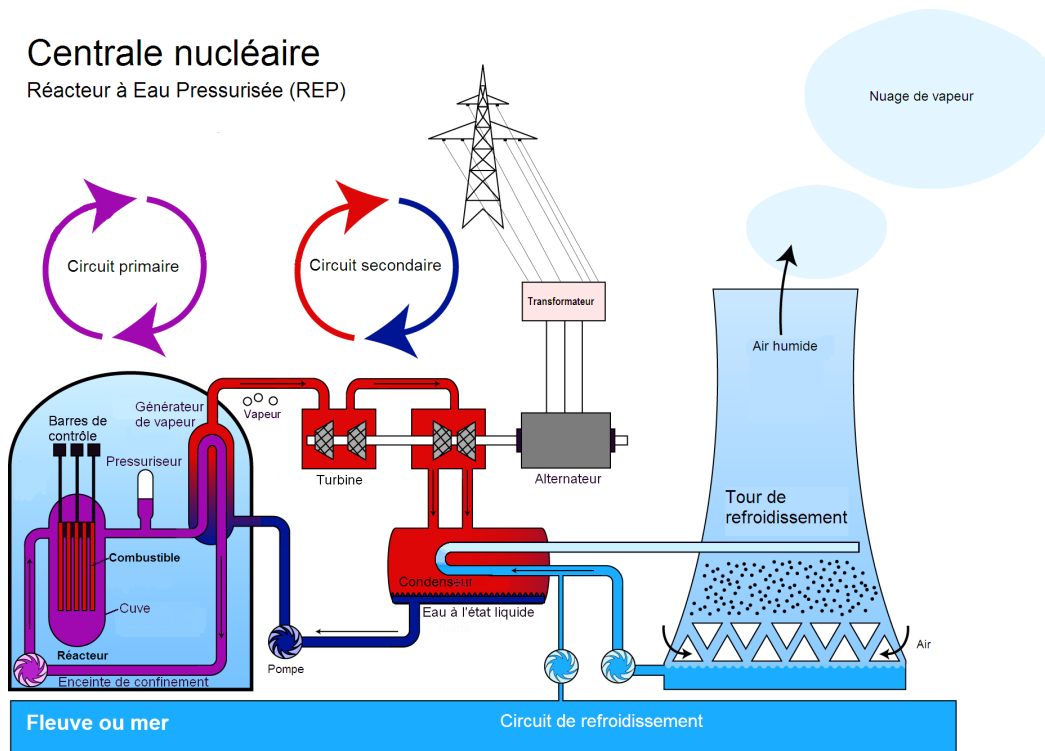

FIG. 2 – Schéma de fonctionnement d'une centrale nucléaire équipée d'un réacteur à eau pressurisée (REP) (source : wikimedia).
► **Question** : Dans le circuit primaire du réacteur à eau pressurisée (REP) de la figure 2, identifier la source chaude et la source froide, donner la nature et le signe du transfert énergétique (transfert thermique ou travail) à la traversée de chaque élément. Reprendre cette analyse pour le circuit secondaire.
Le circuit secondaire du REP de la figure 2 est bien un moteur : le fluide (l'eau) reçoit du transfert thermique de la source chaude (le générateur de vapeur), fournit du travail à l'extérieur (dans la turbine) et cède effectivement du transfert thermique à la source froide (l'atmosphère, le fleuve ou la mer).